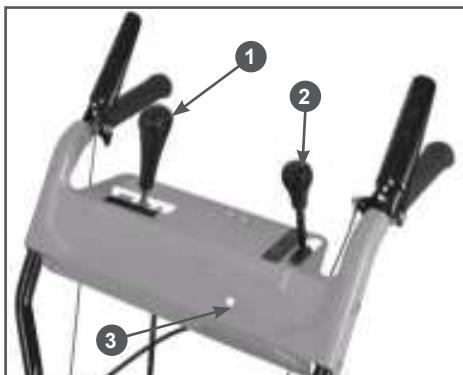
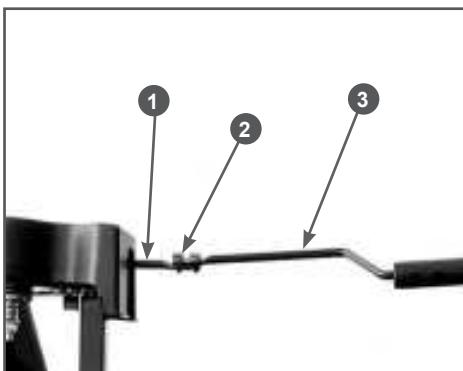

Рис. 10 Установка ручек рычагов ST661
Рис. 16 Установка вала управления поворотом желоба
- 7. Накрутите ручки на рычаг переключения передач и рычаг управления дефлектором и затяните контргайки (только для ST661) (Рис. 10).
10. Установите вал управления поворотом желоба (только для ST661). Вставьте круглый конец вала управления поворотом желоба в отверстие 3 на панели (Рис. 10). Второй конец вала соедините с валом 1 механизма поворота желоба с помощью двух болтов 2 (Рис. 16).